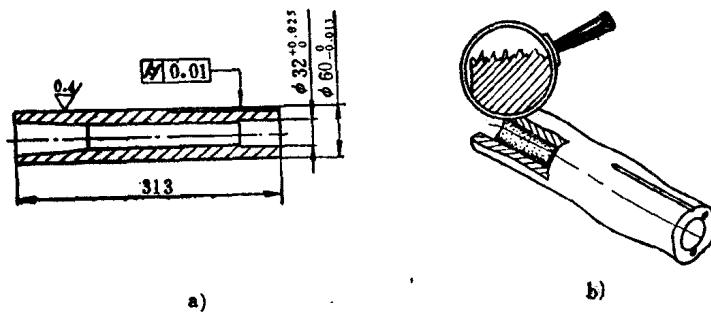

图 3 加工误差
的。由于受加工设备、工具以及工作环境和操作者技术水平等条件的限制，加工出的零件不可能与图样上给出的理想几何参数完全相同。图 2 所示的尾座套筒，图样上给出的零件为一尺寸与基本尺寸完全相同，且具有正确几何形状的光滑圆柱体(图 3 a)。而实际加工出的零件不可能与上述理想状态完全一致(图 3 b)。零件的实际状态与理想状态之间的差别，称为加工误差。
(1) 尺寸偏差：是指零件的实际尺寸与图样上给定的相应基本尺寸之间的差值。
(2) 形状误差：是指零件的实际要素与图样上给出的理想要素之间的变动量。如图 3 b 所示，该零件外圆表面为一几何圆柱体，而实际加工出的零件偏离理想形状，其最大变动量  $f$  则为该圆柱面的形状误差。
(3) 位置误差：是指零件要素之间的实际相对位置与理想位置之间的变动量。如图 3 b 所示，要求该零件外圆柱
(4) 表面粗糙度：是指零件表面微观不平度。如图 3 b 左上角所示，其外圆柱表面理想状态应为绝对光滑圆弧面，但从实际零件表面放大来看，总会不同程度地存在有加工刀纹，即称为表面粗糙度。